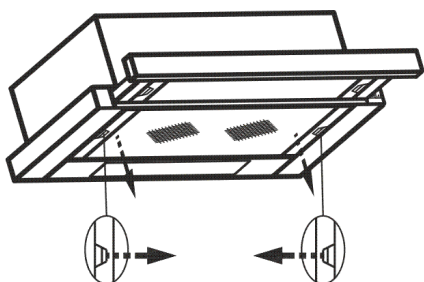

рис. 6
8.3 Для очистки алюминиевого фильтра извлеките его из воздухоочистителя (рис. 6) и произведите его очистку с помощью щетки водным раствором нейтрального моющего средства вручную или в посудомоечной машине (при 60°C). Сильно загрязненный фильтр не следует мыть в посудомоечной машине. Старайтесь не сгибать фильтр при мойке. Возможное изменение цвета фильтра, с течением времени, не приводит к снижению эффективности его действия.
- снимите алюминиевый фильтр (рис. 6);
- снимите алюминиевый фильтр, для этого нажмите на пружинный замок на фильтре и потяните его вниз и на себя (рис. 6);